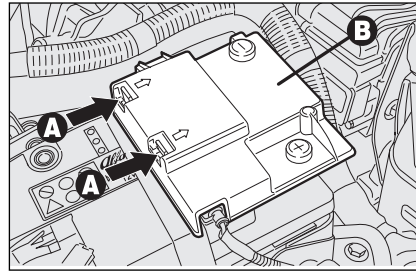

fig. 62
- maak de borgveren **A-fig. 62** los en verwijder het beschermdoeksel **B**;